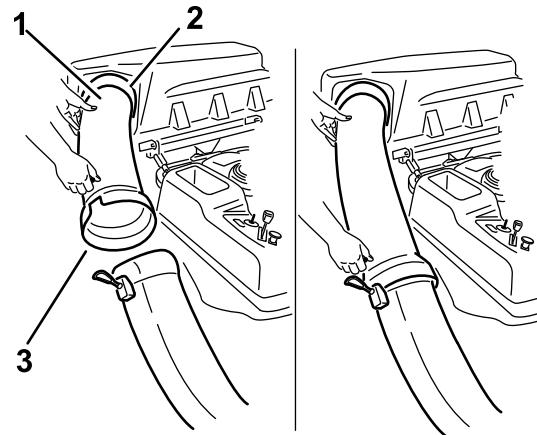

図 18
1. 排出チューブの湾曲した方の端部をバガートップの開口部に差し込む図 18。
2. 排出チューブの広口側端部をシュートに接続する。シュートに付いているゴム製のストラップを排出チューブのペグに止めて固定する図 18。